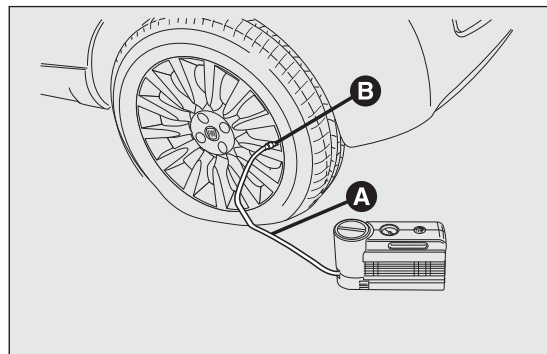

fig. 134
- ☐ accionar el freno de mano. Desenroscar el capuchón de la válvula del neumático, extraer el tubo flexible de llenado A fig. 134 y apretar la corona B en la válvula del neumático;